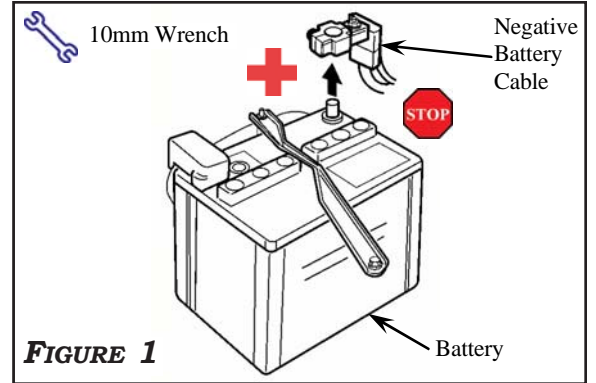

FIGURE 1
1. DISCONNECT THE CABLE FROM THE NEGATIVE TERMINAL OF THE BATTERY. **FIGURE 1**